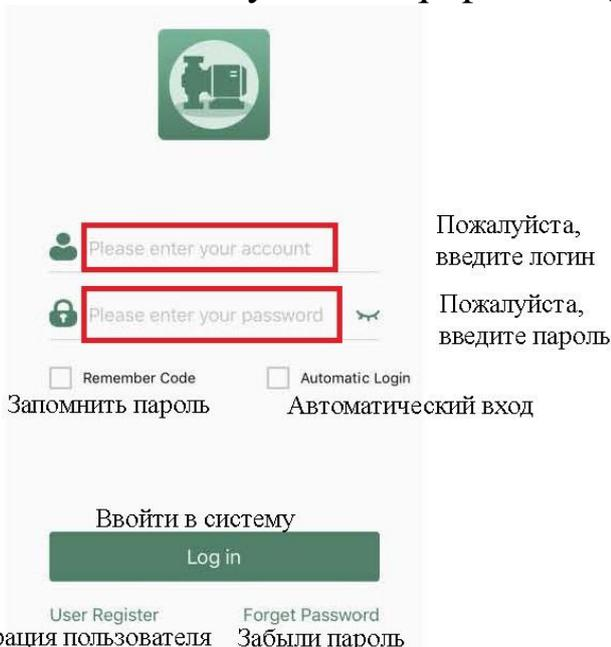

Рисунок 1
2. Откройте приложение, введите логин, пароль и войдите в систему (смотрите рисунок 1 ниже).